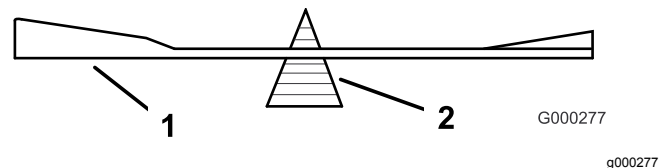

Figura 105
- Controllate l'equilibrio della lama posizionandola su un bilanciatore (Figura 105).